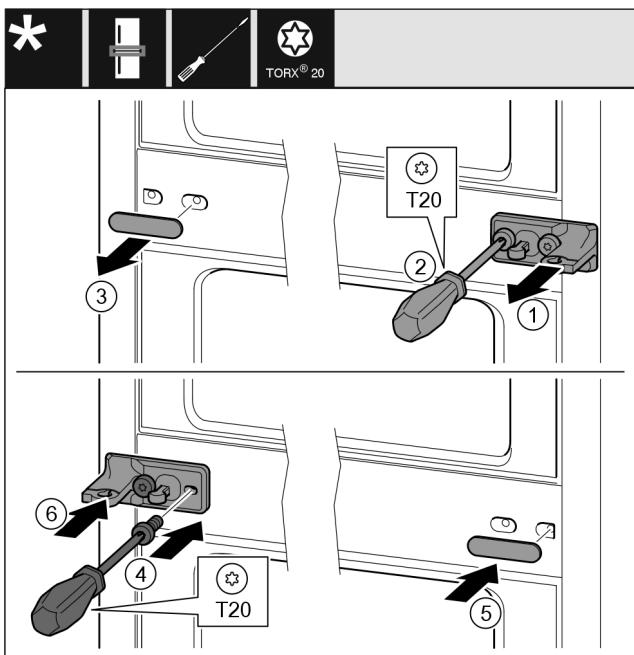

Fig. 33
- ▶ Snemite šipo. Fig. 33 (1)
- ▶ Izvijte vijke z izvijačem T20. Fig. 33 (2)
- ▶ Previdno snemite pokrov. Fig. 33 (3)
- ▶ Ležajni podstavek s folijo, obrnjen za 180°, na drugi strani trdno privijte. Fig. 33 (4)
- ▶ Pokrov, obrnjen za 180°, namestite na drugi strani. Fig. 33 (5)
- ▶ Šipo potisnite gor od spredaj. Fig. 33 (6)